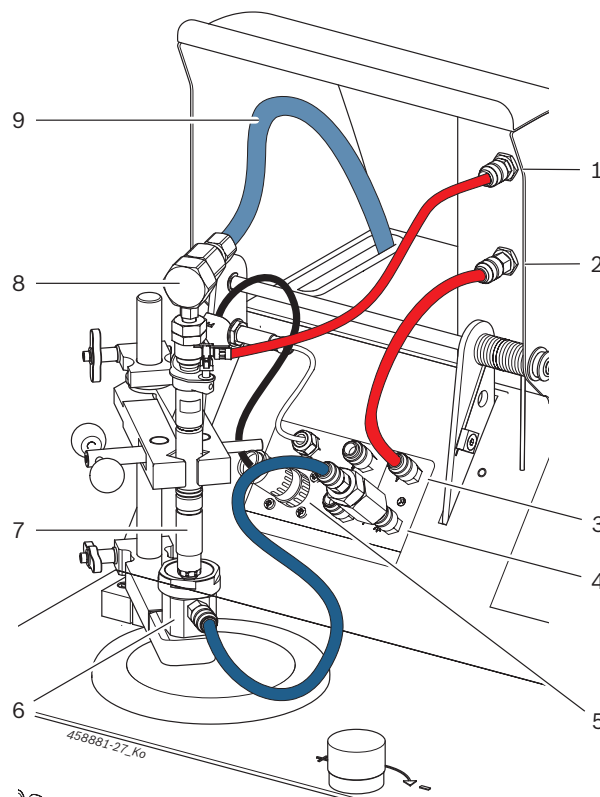

Fig. 5: Raffigurazione principio collegamento del CRI piezoelettrico
Montare la camera d'iniezione (fig. 5, pos. 6) solo dopo aver effettuato il "leak test" sul componente.
2. Fissare il CRI piezoelettrico (fig. 5, pos. 7) al supporto di serraggio.
3. Collegare il tubo per alta pressione con adattatore di collegamento (fig. 5, pos. 8, 9) al CRI piezoelettrico.
4. Collegare il tubo flessibile 1 680 712 368 o 1680 712 369 al ritorno del CRI piezoelettrico e all'"ingresso ritorno del CRI piezoelettrico" (fig. 5, pos. 1).
5. Collegare il tubo flessibile 1 680 703 079 all'"uscita ritorno del CRI piezoelettrico" (fig. 5, pos. 2) e al "raccordo di prova per la quantità di ritorno" (fig. 5, pos. 3).
6. Collegare il cavo adattatore specifico per l'iniettore (1 684 465 798 o 1 684 465 672) al CRI piezoelettrico e alla "presa di collegamento elettrico" (fig. 5, pos. 5).
7. Inserire il filtro di ingresso nel "raccordo di prova per la quantità di iniezione" (fig. 5, pos. 4).
Dopo il "leak test", la camera d'iniezione viene montata sul componente e il tubo flessibile 1 680 712 362 viene collegato all'attacco rapido della camera d'iniezione e, tramite il filtro di ingresso, al "raccordo di prova per la quantità di iniezione" (fig. 5, pos. 4).